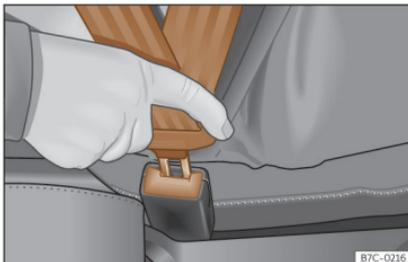

Fig. 13 Insertar la lengüeta del cinturón de seguridad en su cierre.
- Encastre la lengüeta en el cierre del asiento correspondiente >>> **fig. 13** .